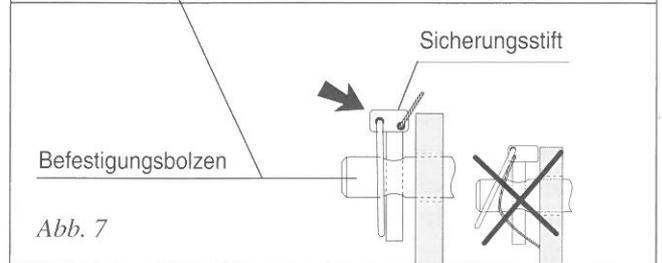

Abb. 7
- Auf **korrekte Lage des Sicherungsstifts** am Befestigungsbolzen gemäß Abb. 7 **achten!**